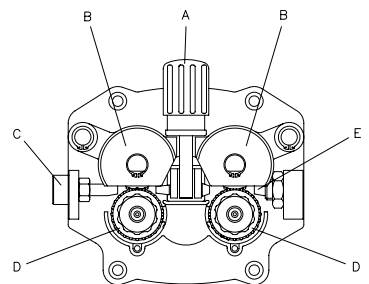

ABB. 5
- Die Seitenwand öffnen. Den Plastikgriff (A) lockern und senken, und den Drahtandrückhebel (B) lösen (Abb.5). Den Draht abschneiden (falls er bereits eingeführt wurde), mit der Zange immer festhalten, damit er sich nicht abrollt, und mit der dafür vorgesehenen Bohrung an der Rolle verbinden. Die Gassdüse abschrauben und die Stromdüse des Brenners abnehmen; mit einer Zange den Draht aus der Ummantelung ziehen.
- Auf eine gerade Oberfläche legen und vorsichtig die Messingmutter (1) entfernen.
- Die Ummantelung (2) herausziehen.
- Die neue Ummantelung einführen und die Messingmutter (1) wieder aufmontieren.